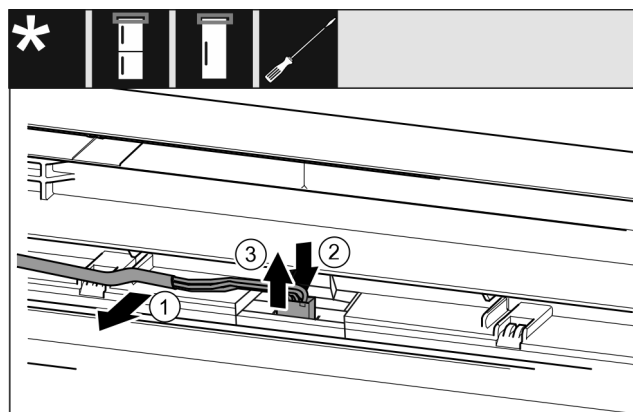

Fig. 20 Réfrigérateurs-congérateurs / congérateurs / réfrigérateurs
- Désolidariser avec précaution le câble Fig. 20 (1) du guide dans la porte.
- Pousser la languette Fig. 20 (2) derrière le connecteur vers l'arrière.
- Retirer avec précaution le connecteur Fig. 20 (3) par le haut.